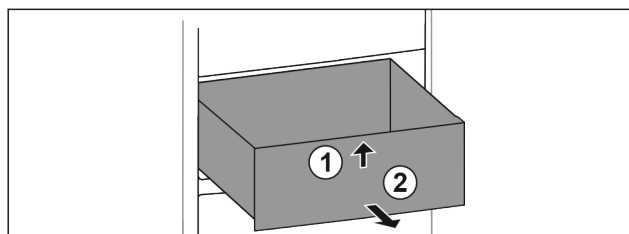

Fig. 66
- ▶ Løft skuffen fremefter. Fig. 66 (1)
- ▶ Tag skuffen ud fremefter. Fig. 66 (2)